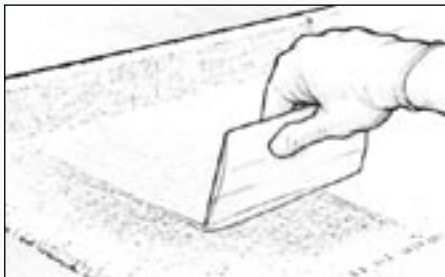

Рис. 24. Уберите избыточное количество эпоксидного материала до того, как он превратится в гель.
6. Удалите лишний материал при помощи скребка (Рисунок 24), длинными перемещениями внахлест, с одинаковым усилием. При удалении следите за тем, чтобы не образовывались участки, не покрытые эпоксидным материалом; для этого не прилагайте чрезмерных усилий. Участки, на которых эпоксидный материал находится в избыточном количестве, будут блестеть; участки с необходимым количеством материала выглядят равномерно прозрачными, с равномерной структурой ткани. При нанесении дальнейших слоев эпоксидного материала рисунок ткани будет скрыт.